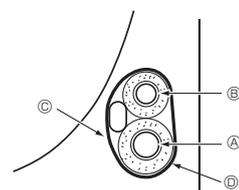

Fig. 4-4
4.4.1. Plaatsing in de leidingruimte van het apparaat (Fig. 4-4)